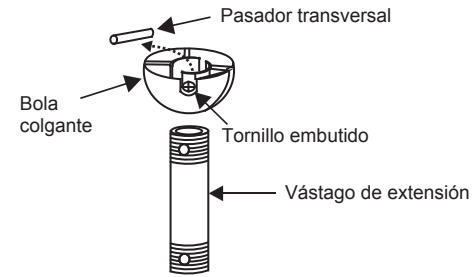

Fig. 7
**Paso 5.** Retire la bola colgante del ensamblaje del vástago de extensión aflojando el tornillo embutido, desatornillándolo y retirando el pasador transversal y deslizando la bola hasta sacarla del vástago. (Fig. 7)